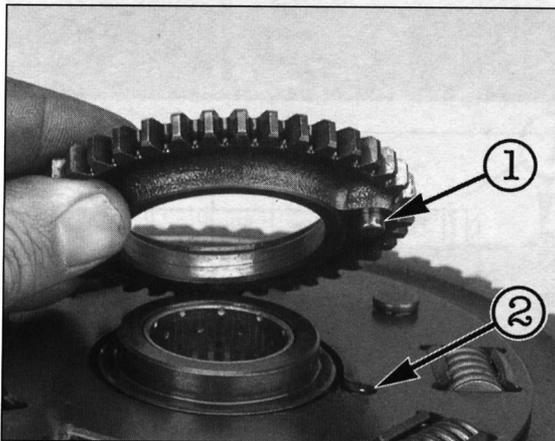

Bild 227
- Ölpumpenantriebszahnrad von Korb abnehmen (Bild 227).
- Ölpumpen-Antriebsrad mit Stift auf Nut des Kupplungskorbs ausrichten und aufschieben (siehe Bild 227).